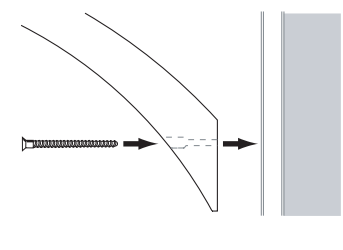

FIG. 6.1
3. Installer les équerres angulaires avec des vis n° 8 de 3 pouces. S'il n'y a pas de poteau mural, utiliser les dispositifs d'ancrage en plastique fournis (Fig. 6.1).